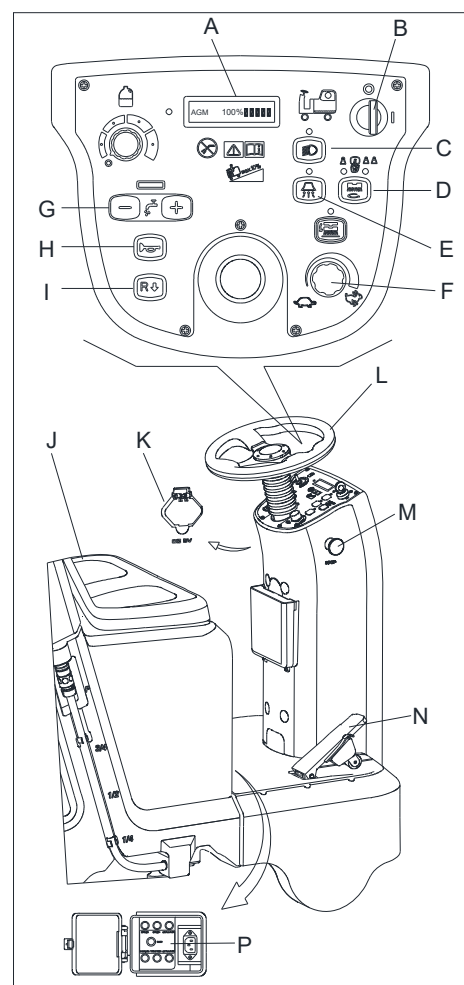

Figura 7
2. Siéntese en el asiento (J, Figura 7), inserte el interruptor de llave (B) y gírelo hacia "I". Si la pantalla LCD (A, Figura 7) está al 100%, las baterías están completamente cargadas para su uso. Si la pantalla LCD (A, Figura 7) está al 10%, las baterías deben cargarse antes operar. [Consulte los capítulos de MANTENIMIENTO para cargar las baterías]
3. Pulse el botón de Inicio (D, Figura 7) para iniciar la máquina, la escobilla y los cepillos bajan al suelo automáticamente, el motor de aspiración comienza a funcionar.
4. Presione el pedal de aceleración (N, Figura 7), dirija la máquina hacia adelante o hacia atrás girando el volante (L, Figura 7) junto con el interruptor de adelante-atrás (I, Figura 7), puede ajustar la velocidad ajustando la
- perilla de velocidad (F, Figura 7).
5. Ajuste el flujo de solución ajustando la base del botón (G, Figura 7) según las necesidades de limpieza.
6. Puede cargar su teléfono o tableta con el puerto de carga USB (K, Figura 7) cuando el interruptor de llave (A, Figura 7) esté en “ON”.
7. Presione el botón de bocina (H, Figura 7) para avisar a las personas cuando sea necesario.
8. Si es necesario, pulse el botón de emergencia (M, Figura 7) para detener la máquina en una emergencia.
El motor del cepillo, el motor aspirador, el motor de arranque y el circuito de control están protegidos por un protector de sobrecarga (P, Figura 7). Cuando el protector de carga se activa, no reinicie inmediatamente sin conocer la causa, y asegúrese de que el motor está frío antes de reiniciar.
9. Afloje el pedal de aceleración (N, Figura 7), la máquina deja de funcionar.
10. Pulse el botón de Inicio (D, Figura 7) para detener los cepillos y el motor de aspiración. Los cepillos y la escobilla automáticamente se levantan del suelo. El sistema de aspiración se cierra tras unos segundos de retardo.